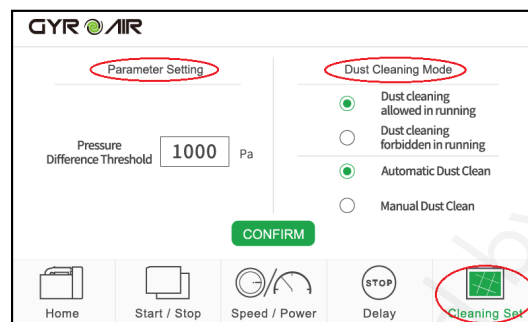

Figure 10-8
Réglez les paramètres de nettoyage de la poussière et sélectionnez le mode de nettoyage en cliquant sur le bouton «Cleaning set» (= Réglage du nettoyage) (figure 10-8).
1. Réglage des paramètres de nettoyage de la poussière (figure 10-8) :
2. Réglage du mode de nettoyage de la poussière (figure 10-8) :